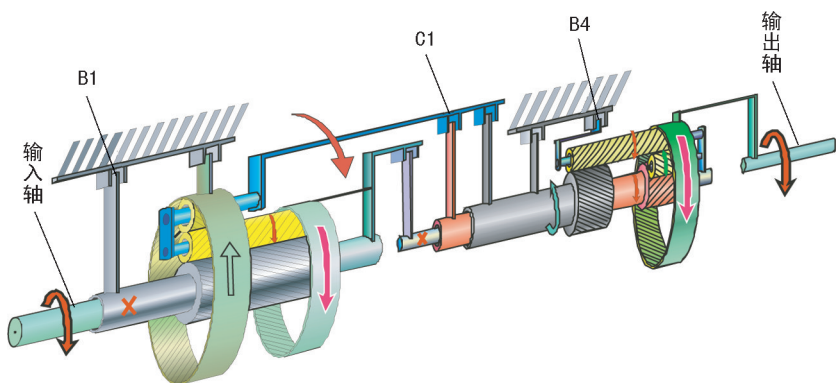
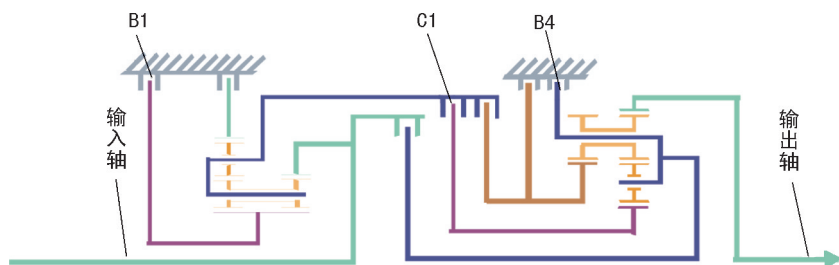

图 2-6-4 D2 档传动示意
图 2-6-5 D2 档传动原理
2) 后组拉维娜行星排。后组拉维娜行星排与 1 档并没有变化。离合器 C1 接合，后排小太阳轮顺转输入，短行星轮与小太阳轮外啮合反转，公共行星架反向受力有反转的趋势，但由于制动器 B4 制动了行星架，短行星轮自转把动力传给长行星轮，长行星轮与短行星轮外啮合顺转，输出齿圈与长行星轮内啮合再次减速将动力输出实现 2 档动力传递。必须提到的是，后组拉维娜大太阳轮与长行星轮外啮合反空转（后组减速）。D2 档传动示意如图 2-6-4 所示。D2 档传动原理如图 2-6-5 所示。